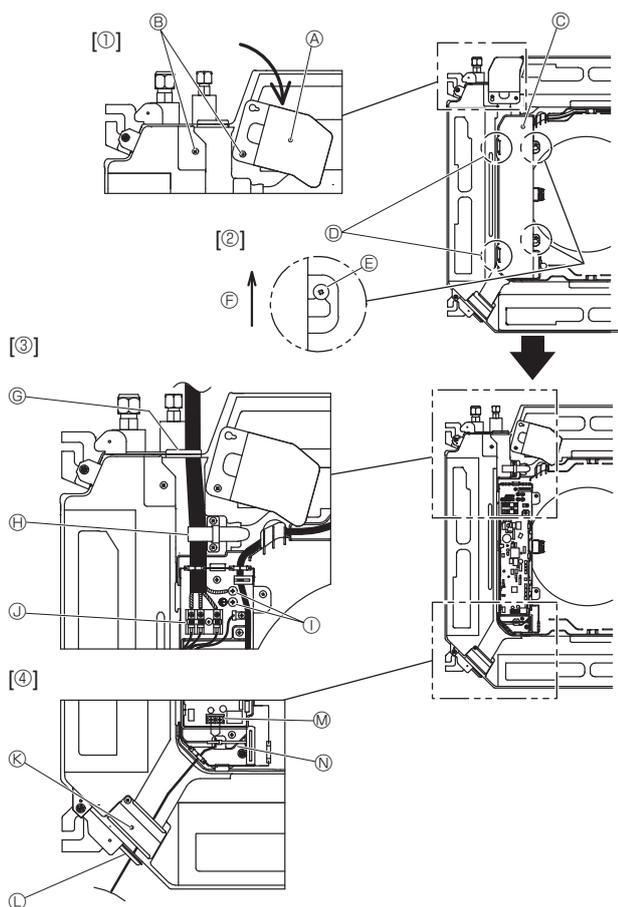
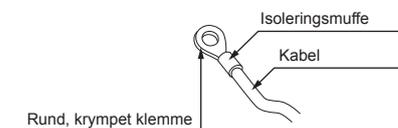
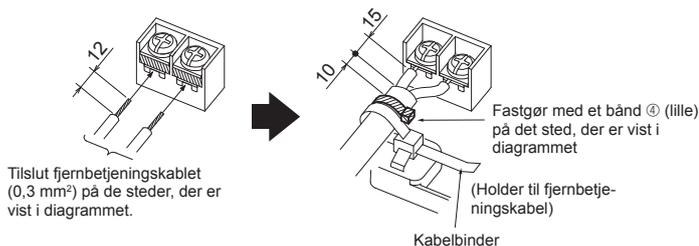

Fig. 6-1
Fig. 6-2
Fig. 6-3
6.1. Indendørs enhed (Fig. 6-1)
- Løsn de to skruer, der holder servicepanelet til elektrisk ledningsføring fast, og vend derefter servicepanelet til elektrisk ledningsføring. [Fig. 6-1 ①]
- Løsn de to skruer, der holder dækslet over el-boksen fast, og skub derefter dækslet af. [Fig. 6-1 ②]
- Før strømkablet, indendørs-/udendørsenhedens tilslutningskabel og jordforbindelseskablet gennem de respektive åbninger til ledningsføring som vist i diagrammet. [Fig. 6-1 ③] Sæt den kappeklædte del af strømkablet og indendørs-/udendørsenhedens tilslutningskabel i el-dåsen. Brug runde, krympede klemmer til klembrættet til indendørs-/udendørsenheden og det valgfrie strømforsyningsklemmesæt. [Fig. 6-2] Følg fremgangsmåden i Fig. 6-3-6-6, hvis du ikke kan bruge runde, krympede klemmer. Se 6.1.1. og 6.1.2. for at få flere oplysninger om forbindelsen.
- Før fjernbetjenings styrekabel gennem de respektive åbninger til ledningsføring som vist i diagrammet. [Fig. 6-1 ④, Fig. 6-3] Se 6.1.1. og 6.1.2. for at få flere oplysninger om forbindelsen.